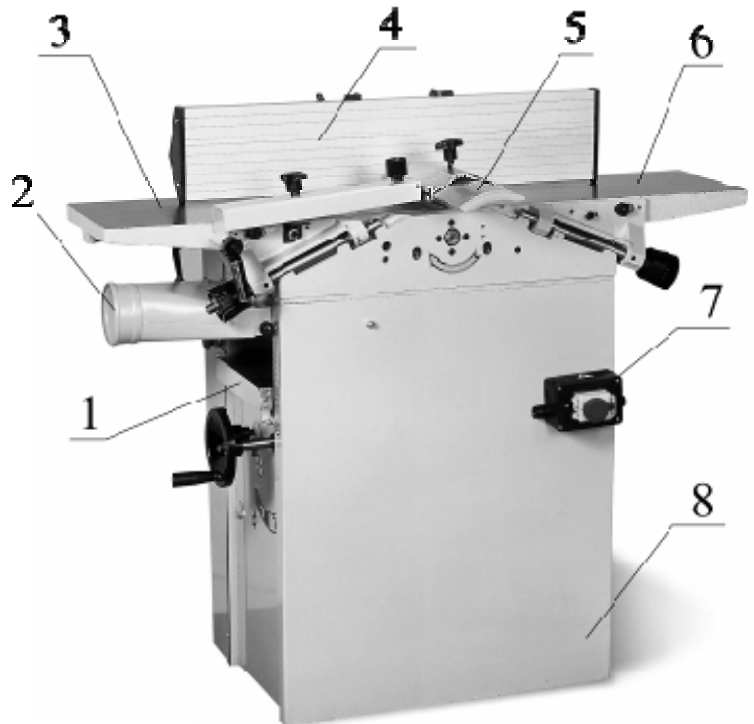

Рисунок 2.
3.3 Основные узлы и детали оборудования (см. рис.2).